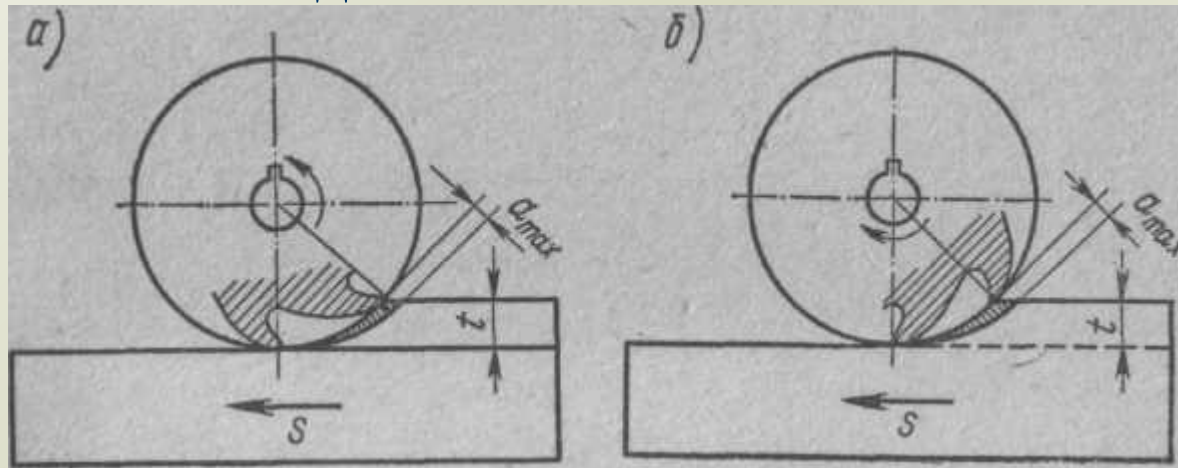

Рис. 2. Схемы фрезерования: а — встречное; б — попутное
- Фрезерование цилиндрическими фрезами производится двумя способами. Первый способ — встречное фрезерование (рис. 2, а), когда вращение фрезы направлено против подачи; второй способ — попутное фрезерование (рис. 2, б), когда направление вращения фрезы совпадает с направлением подачи.